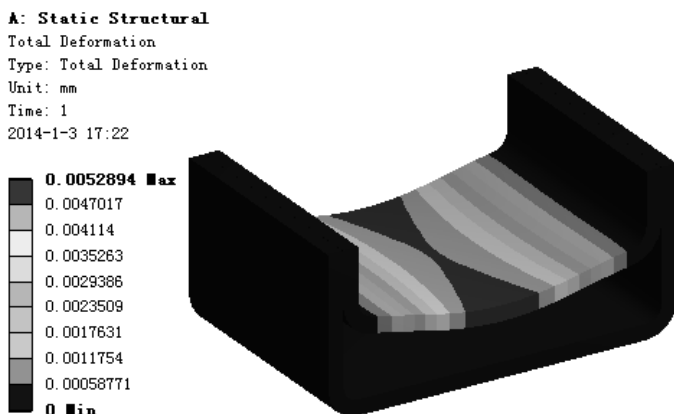

图 7.6.92 位移变形结果图解
(3) 查看位移变形结果图解。在“Outline”窗口中选中  **Total Deformation**，查看图 7.6.92